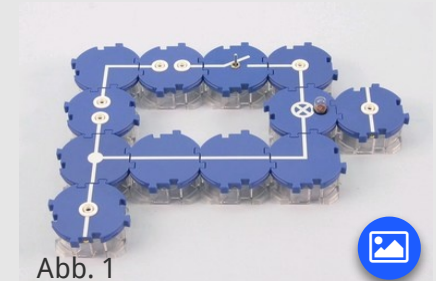
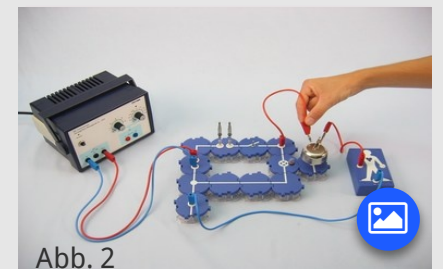

Abb. 1
Abb. 2
- Bau den Versuch nach den Abb. 1 und Abb. 2 auf. Spanne den Eisendraht (Sicherung) mit Hilfe von Krokodilklemmen auf den Doppelsteckern ein. Die Krokodilklemmen dürfen sich dabei nicht berühren.